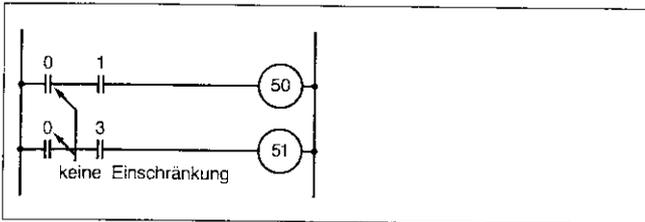

Bild 14.1
a) Die Anzahl der Kontakte für Ein-/Ausgänge, Merker, Zeitglieder und Zähler ist nicht begrenzt, d. h. beliebig viele Kontakte können zugeordnet werden (s. Bild 14.1).
f) Die Programmierung muß von links nach rechts vorgenommen werden (siehe Bild 14.1 bis 14.5).